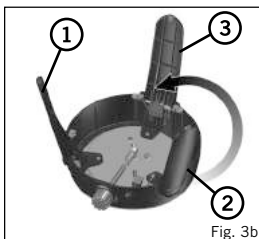

Fig. 3b
- Para doblar las patas nuevamente, mantenga firmemente la pata y empuje la Sujeción de desenganche de la pata hacia abajo. Luego coloque las patas hacia adentro a su posición cerrada (Fig. 5). Esto se debe hacer en forma secuencial para optimizar el espacio. Primero la Pata delantera derecha (1), después la Pata delantera izquierda (2) y por último la Pata trasera (3) (Fig. 3b).